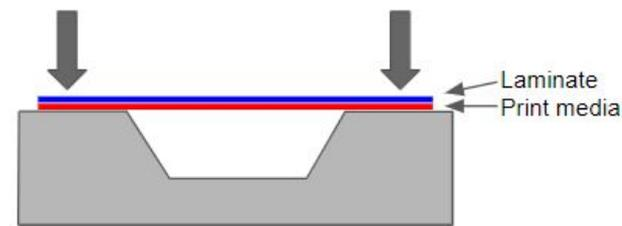

Fig.1
- 1) Placez le film sur toute la surface et posez-le sur la surface à l'aide d'une raclette. Fixez les bords fermement avant de poser le film dans l'ondulation. Fig.1